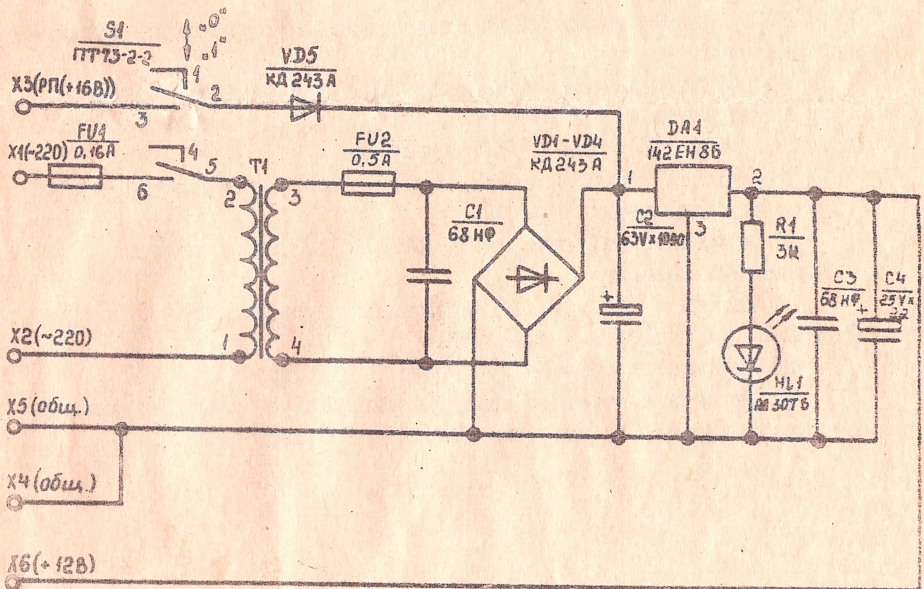

Рис. 1
4.2. Схема электрическая принципиальная ИП приведена на рис. 1.